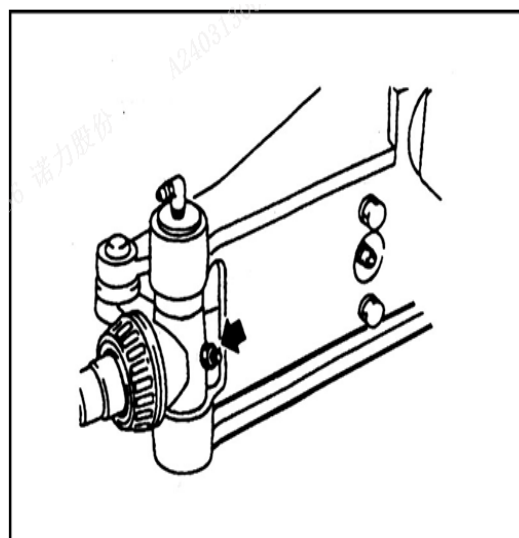

Рис. 6-2
- 2) Ослабьте фиксирующий болт (см. рис. 6-2);